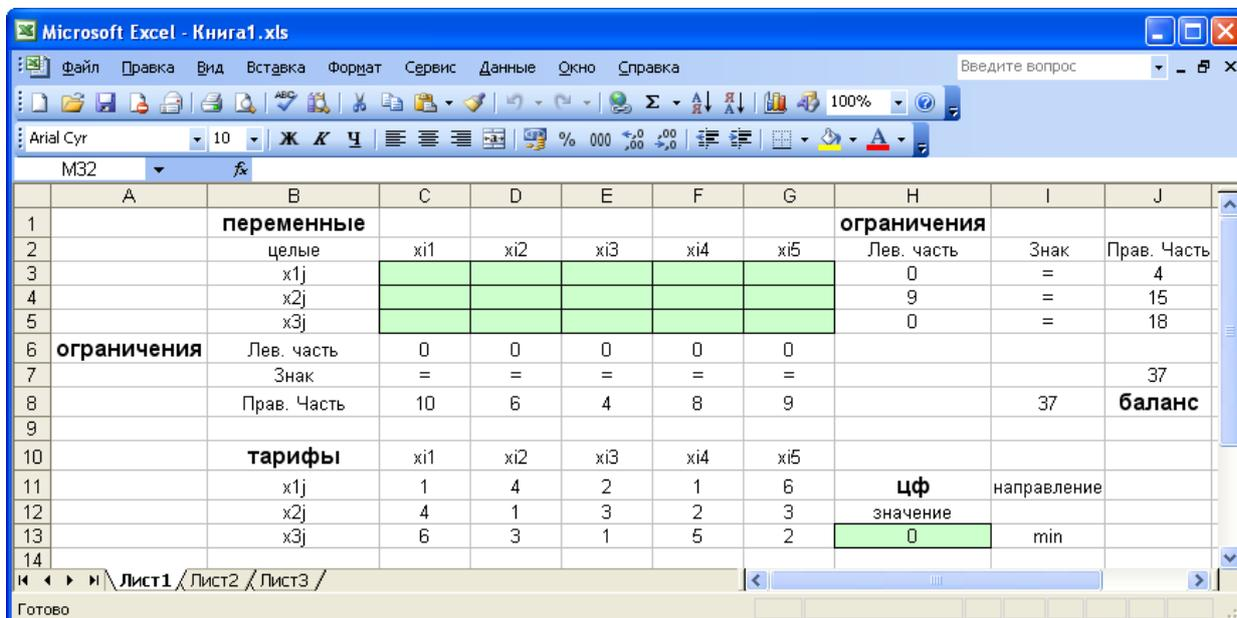

Рис. 2.1. Экранная форма двухиндексной задачи (2.5)
Экранные формы, задание переменных, целевой функции, ограничений и граничных условий двухиндексной задачи (2.5) и ее решение представлены на рис. 2.1, 2.2, 2.3 и в табл. 2.3.
- титульный лист (см. рис.2.1);